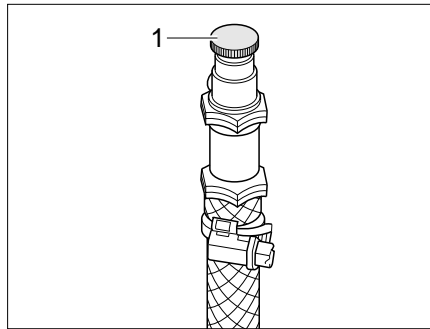

Bild 362 Entlüftungsventil Warmwasser-Heizung
- Das Entlüftungsventil (Bild 362,1) öffnen und geöffnet lassen, bis keine Luft mehr austritt.